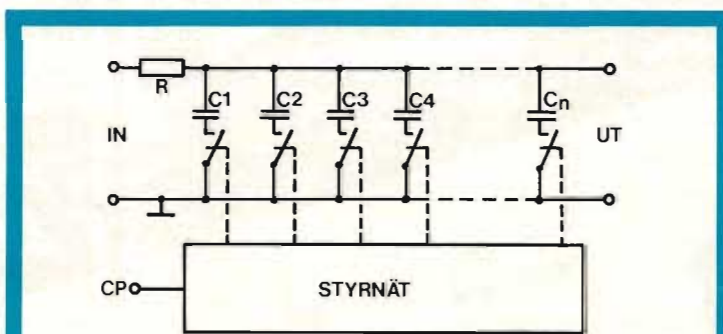

Fig 1. Principen för ett n-sektioners kommuterande digitalt filter av shunt-typ.
Det finns i princip två möjligheter att åstadkomma filtren, nämligen som serie- eller shuntfilter. Shuntfiltren kräver betydligt färre komponenter än seriefiltren och vi begränsar därför denna redogörelse till shuntfilter. Principen för ett sådant framgår av fig 1. Ett styrenät, som styrs med klockpulser (CP) sluter i tur och ordning under lika lång tid ett antal  $n$  switchar. Under den tid respektive switch är sluten, laddas C via ett serieomstånd R till ett värde, som motsvarar medelspänningen på ingången. Om insignalen är ett repetitivt förlopp, exempelvis en sinusvåg utan dc-komponent och med frekvensen  $f_0$ , så inträffar "resonans" vid  $f_{CP} = n \cdot f_0$  (1) För frekvenser som ligger vid sidan av  $f_0$  tenderar laddningarna på kondensatorerna att gå mot noll, mätt över ett antal perioder av insignalen. Teoretiskt kan det visas att rc-nätets lågpas-karakteristik transformeras till bandpassform med  $f_0$  som centrum /1/.